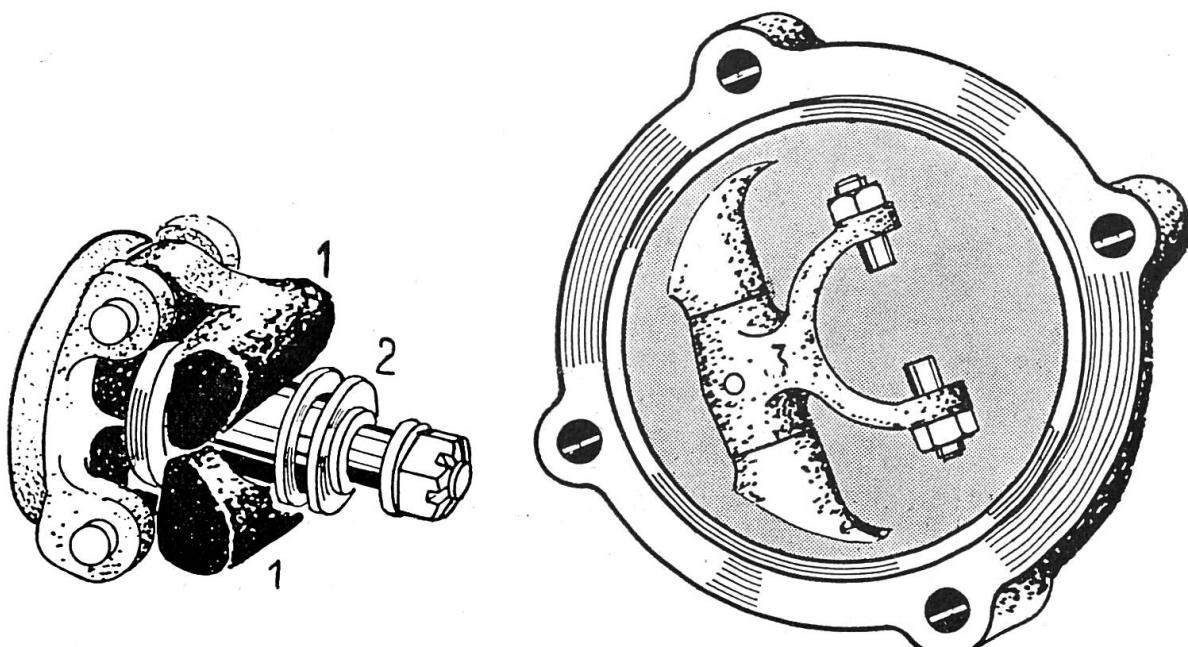

Fig. 159: Régulateur démonté. 1 = Masses, 2 = Douille, 3 = Fourche
Le plus souvent le régulateur comprend des masses ou des billes qui sont soumises à un mouvement de rotation et subissent une force centrifuge. Sur des moteurs diesel à plusieurs cylindres on utilise parfois la dépression dans la conduite d'aspiration, tandis que sur de petits moteurs à refroidissement à air, on utilisera la pression de l'air de refroidissement pour actionner le régulateur. La fig. 159 montre un régulateur centrifuge démonté. Lorsque la vitesse du régulateur augmente, les 2 masses (1) s'écartent l'une de l'autre et poussent la douille (2) vers la droite. Ce mouvement est transmis à la fourche (3) qui agit par une tringle sur la pompe à injection ou sur le papillon des gaz, de façon que l'injection de mazout ou l'admission du mélange air-carburant diminue quand la vitesse du moteur augmente. Lorsque le moteur ralentit, le régulateur ralentit également, la force qui agit sur les deux masses et les fait s'écartier diminue aussi, si bien qu'un ressort peut faire ouvrir le papillon des gaz ou l'injection de mazout. En tendant le ressort davantage, le régulateur permettra d'atteindre un régime plus